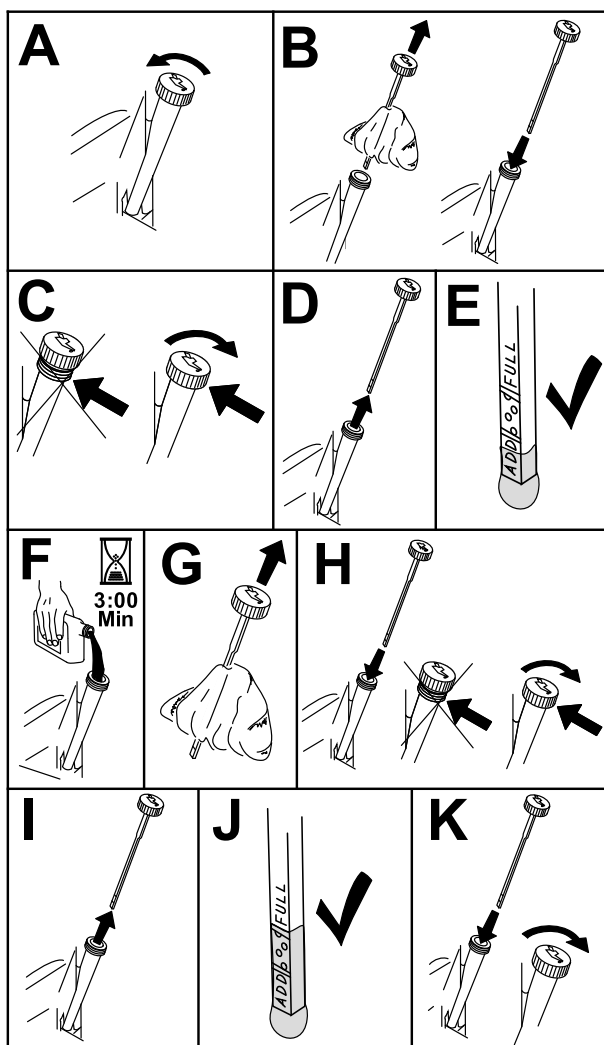

Figura 35
3. Para que no entre suciedad, recortes de hierba, etc., en el motor, limpie la zona alrededor del tapón de llenado/varilla de aceite antes de retirarlo (Figura 35).